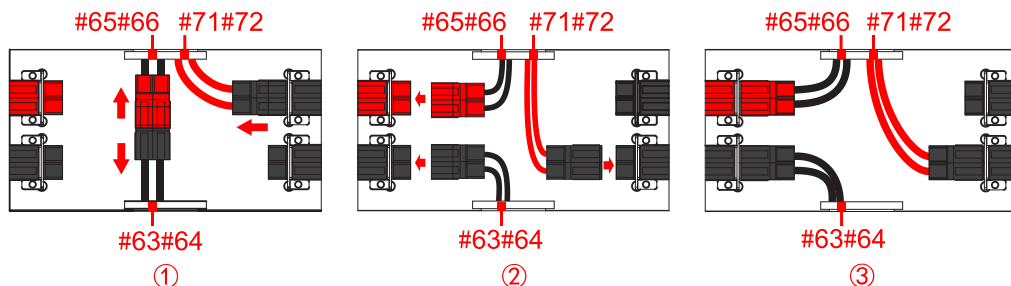
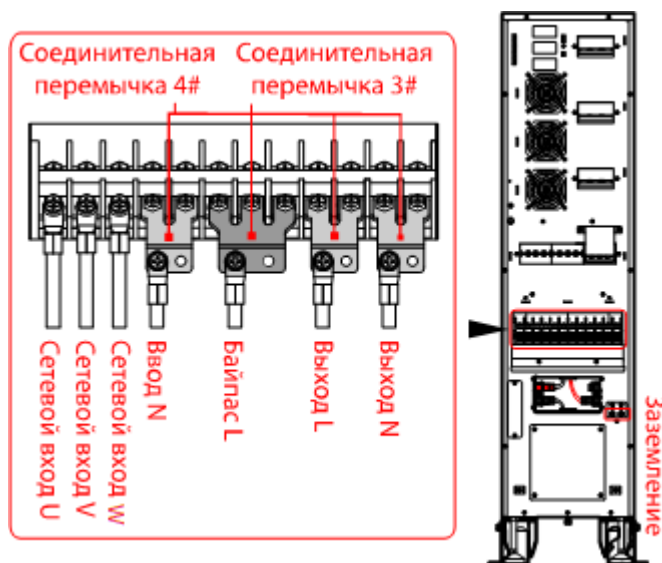

Рис. 3-23 Схема подключения коннекторов для режима 3/1
Рис. 3-24 Схема подключения для режима 3:1
Когда ИБП из режима 3:3 необходимо переключить в режим 3:1, сначала нужно разъединить клеммы коннектора (как показано на Рис. 3-23 ①), затем установить её в соответствующий коннектор (как показано на Рис. 3-23 ②, ③). Возьмите три перемычки 3# и одну перемычку 4# (перемычки разъемов 3# и 4# в комплект поставки не входят, поставляются опционально), подсоедините их к клеммам подключения ИБП (как показано на Рис. 3-24).